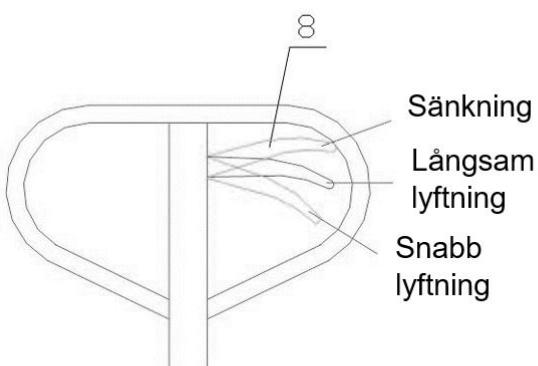
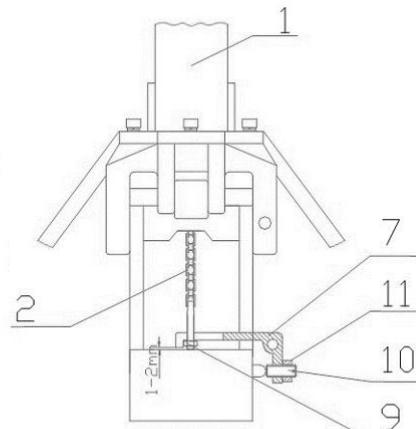

Fig. 3
Fig. 4
3.4 Se fig. 3. Positionera avtryckare (8) vid snabb lyftning, och justera mutter i slutet av rullkedja (2) för att höja hävarm (7) vid ett gap av 1-2 mm från sockeln. Denna procedur är oftast onödig för en ny truck. Se fig. 4. *Notera! Var försiktig så att du inte tar bort nylonlåstrådarna från muttern, annars finns det risk att vibrationen gradvis skruvar loss muttern och gör att den/kedjan lossnar från hävarm, vilket gör att avtryckaren blir oanvändbar.*
3.5 Försök att skaka handtaget och använda vid olika växlar på avtryckare (8) för att se huruvida trucken fungerar väl vid snabb lyftning, långsam lyftning och sänkning. Se fig. 3.
3.6 Skruv (10) i fig. 4 används för justering av truck (operation). I händelse av att truckens kropp sänks kort efter höjning eller är oförmögen att lyfta snabbt, vrid skruv (10) lite motsols före nytt försök med trucken. I händelse av att truckens kropp är oförmögen att sänkas, vrid skruv (10) lite medsols och försök därefter använda trucken igen tills den återställs till normal sänkning. Sexkantsmutter (11) vid skruv (10) fungerar som ett lock, så den borde fästas före justering och läsas efter justering.